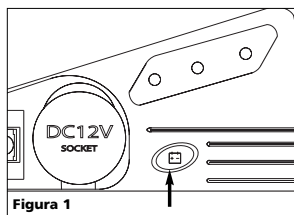

Figura 1
Presione el botón de estado de la batería que se encuentra abajo de las luces indicadoras de la batería para verificar el nivel de la batería (vea la figura 1).
1. Introduzca el cable de CC de 12 voltios en el enchufe de salida de CC de 12 voltios del inflador (vea la figura 1).